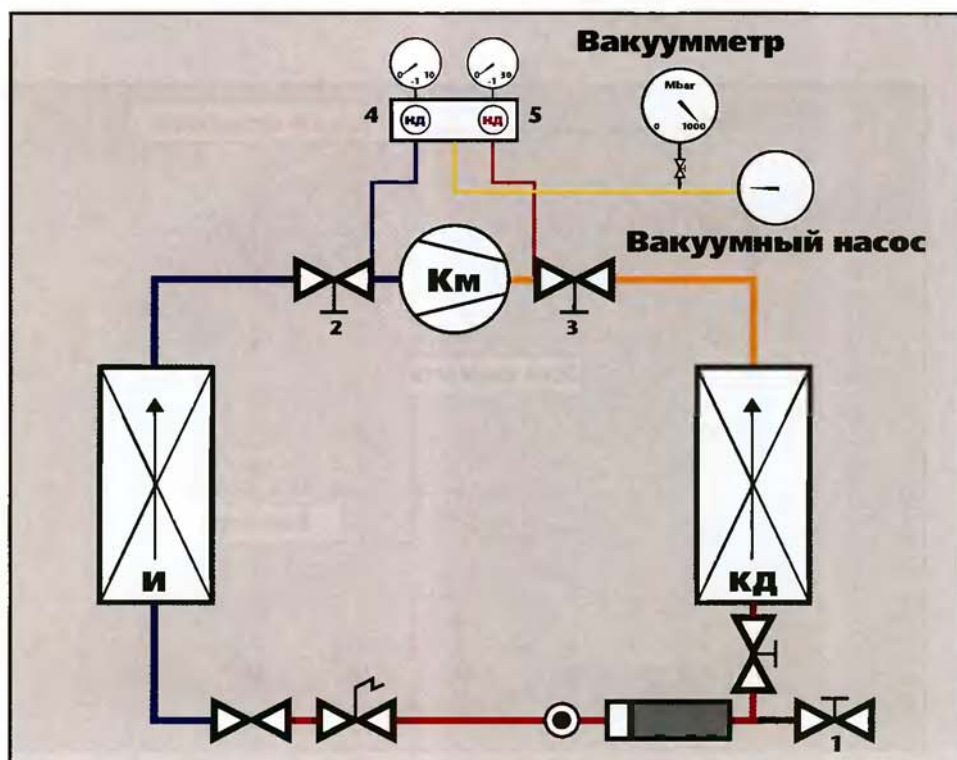

Рис. 2. Вакуумирование.
- Установить вакуумметр для контроля глубины вакуума (см. рис. 2).